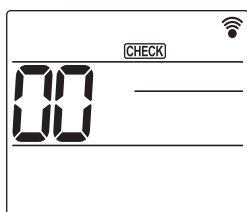

Fig. 6-7
- Appuyez sur la touche [MENU] pendant 5 secondes. (Fig. 6-7)